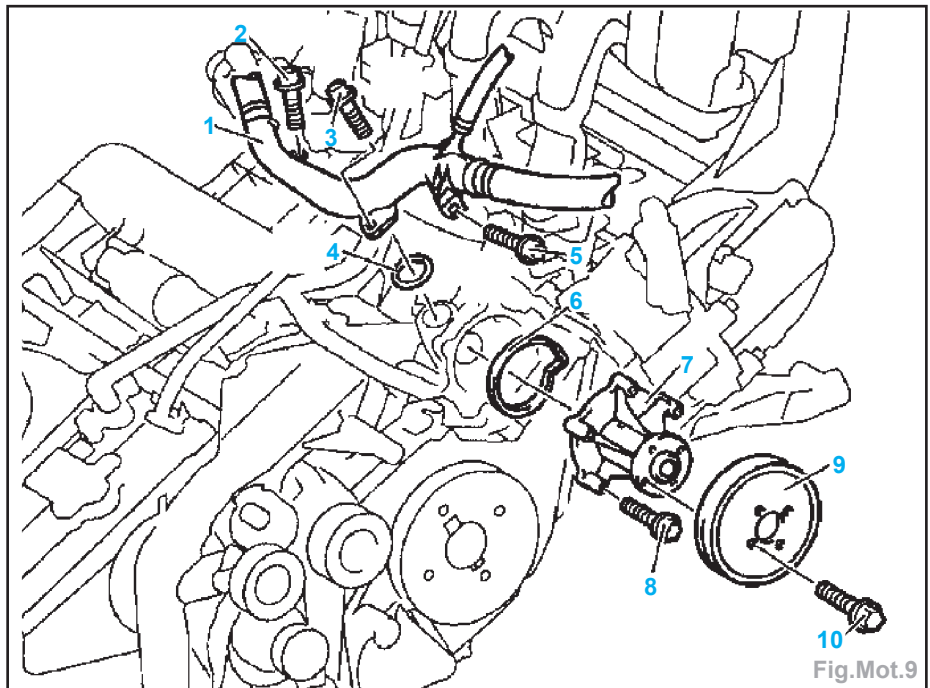

Fig.Mot.9
- Desserrer les vis (10), puis déposer la courroie d'accessoires (Fig.Mot.9).
- Déposer la poulie (9).
- Dévisser le tube d'eau (1) du bloc-cylindres et le mettre de côté avec les durits toujours raccordées.
- Déposer la pompe à eau (7).